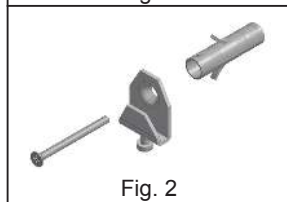

Fig. 2
- a) 2 ganchos niveladores con fijación con tacos de expansión suministrados de serie (Fig. 2)
- 7) Enganchar la campana al sistema de fijación (Figs. 2 y 3) y efectuar el nivelado mediante el tornillo de regulación.